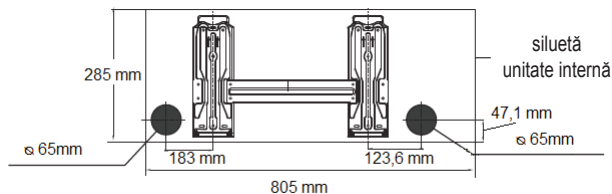

fig. 8 -
1. Detașați plăcuța tăiată în prealabil (A-"fig. 8 -")conform direcției dorite.